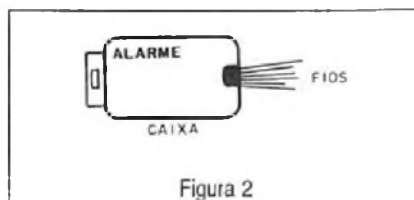

Figura 2
Quando um dos transistores conduz, o capacitor se carrega com o semiciclo conduzido, de modo que o alto-falante em série é percorrido pela corrente correspondente fazendo sua reprodução, conforme mostra a figura 2.
Colocar o alarme numa caixa de plástico pequena (PB075), com os fios saindo pelo orifício ao lado, conforme mostra a figura 2.
Para analisarmos então o porquê do formato das chamadas antenas parabólicas devemos começar justamente com uma primeira lei da óptica. Esta lei nos diz que a reflexão de um raio de luz que incide sob um determinado ângulo numa superfície, sempre reflete segundo o mesmo ângulo em relação a uma vertical denominada normal (N), e ainda de tal forma que o raio refletido e o raio incidente fiquem no mesmo plano, conforme mostra a figura 2.